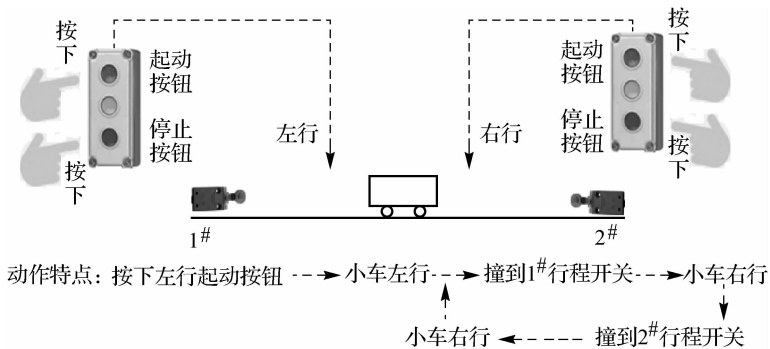

图 1-65 行程原则控制示意图
(2)适用场合：设备往返运行、限位运行等。如图 1-65 所示，送料小车实现左右行驶，在左右端部设有行程的限位(设置行程开关做限位)，所以小车在左右行驶过程中均会受到行程开关的位置限制，也即撞上行程开关后小车返回运行。